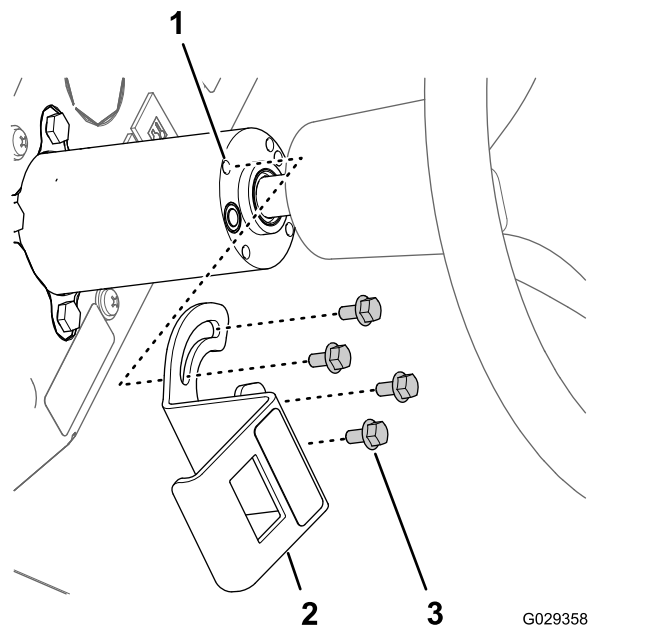

Figure 208
1. Alignez les fentes du support de l'interrupteur de commande de mousse et les 4 inserts filetés de la colonne de direction (Figure 208).
3. Passez le connecteur à 8 douilles par l'ouverture dans le support et branchez-le sur les broches (Figure 208) situées au dos de l'interrupteur à palette à 3 positions (interrupteur de commande de mousse).